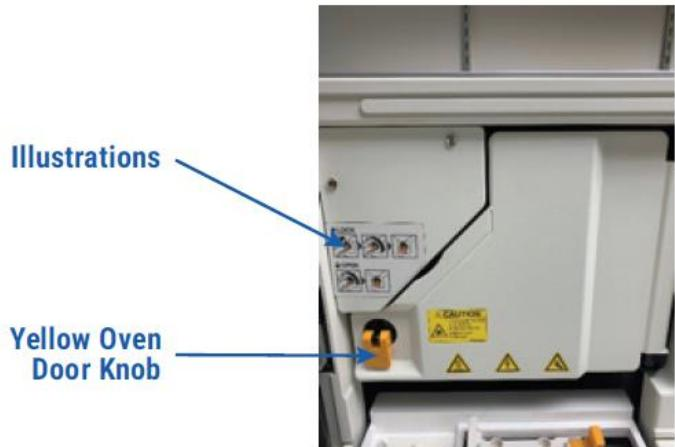

図 34 Spectrum Compact の黄色いオーブンドアノブ
6. オープンドアに示されている手順（図 34）に従って、ドアの左下にある黄色のノブを反時計回りに 180 度回して、オープンドアを開けてください。キャピラリーカートリッジの中央にある黄色のノブを持って使用済みのキャピラリーカートリッジを外してください。装置にセットされているキャピラリーカートリッジを保管する場合、キャピラリーカートリッジの取り外しと保管の手順に従ってください。（セクション 3.3）
10. オープンドアに示されている手順(図 34)に従って、ドアの左下にある黄色のノブを時計回りに 180 度回して、オープンドアを閉じてください。
6. 黄色のオーブンドアのノブを反時計周りに 180 度回してオーブンドア（図 34）を開けてください。